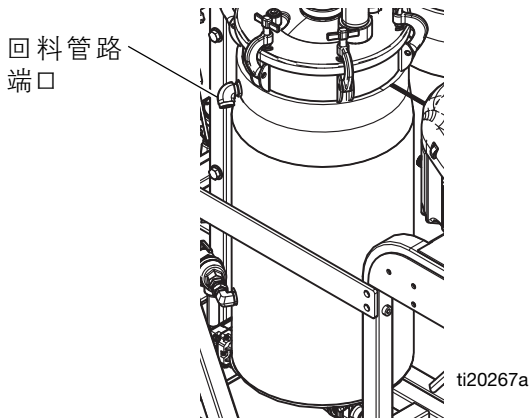

图 30
7. 断开每个料桶侧面的物料循环回流管，然后盖住料桶孔。这样可以将矿物油推出流体管路。将回流管放入废液桶内。参见图 30。